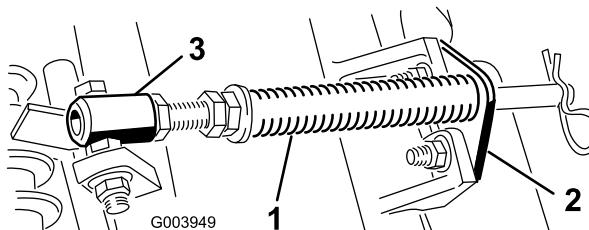

Рисунок 4
- A. Выверните два каретных болта и две гайки крепления кронштейна штока к выступам режущего блока (Рисунок 4).
- B. Выверните фланцевую гайку крепления болта трубы пружины к выступу несущей рамы (Рисунок 4). Снимите этот узел.